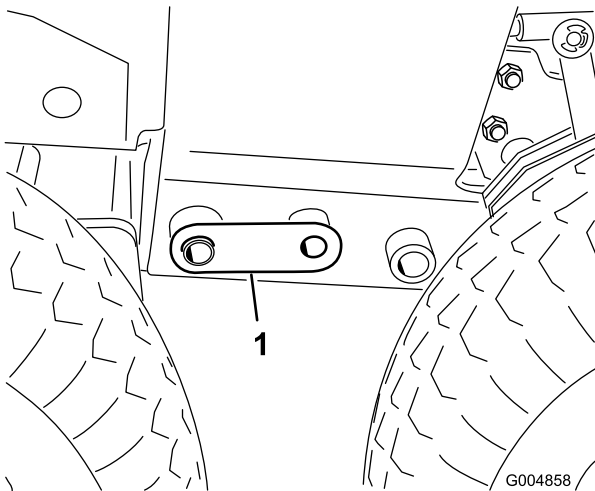

Figura 114
24. Ajuste el gato hasta que se alineen los taladros de 2.5 cm (1 pulgada) del bastidor e introduzca un pasador de acoplamiento en cada lado (Figura 114).